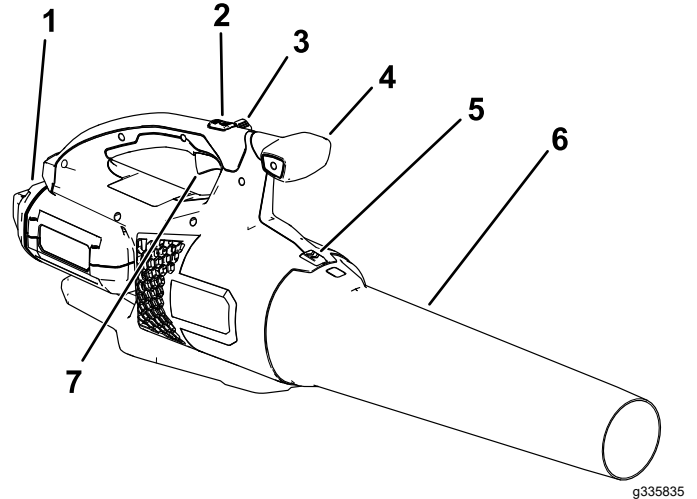

Figuur 1
Schuif de blaaspijp op het huis van de blazer. Mogelijk moet u de blaaspijp-vergrendeling indrukken zodat de blaaspijp inklikt (**Figuur 1**).
3. Hou de handgreep vast en duw het accupack in de handgreep tot de vergrendeling inklikt (Figuur 1).